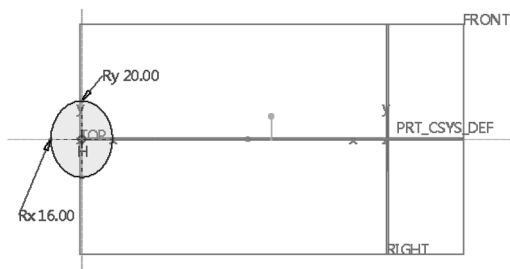

图 4-104 绘制截面 1
7) 绘制图 4-104 所示的截面 1, 单击 (确定) 按钮。